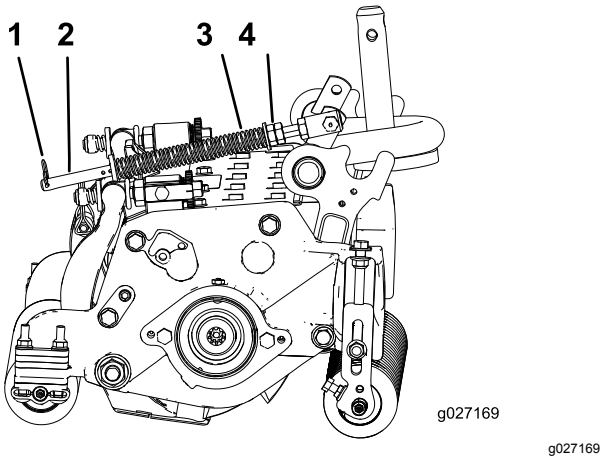

图 13
1. 确保发卡销安装在弹簧杆的后孔内 图 13。
2. 拧紧弹簧杆前端的六角螺母直至压缩后的弹簧长度为 159mm 图 13。